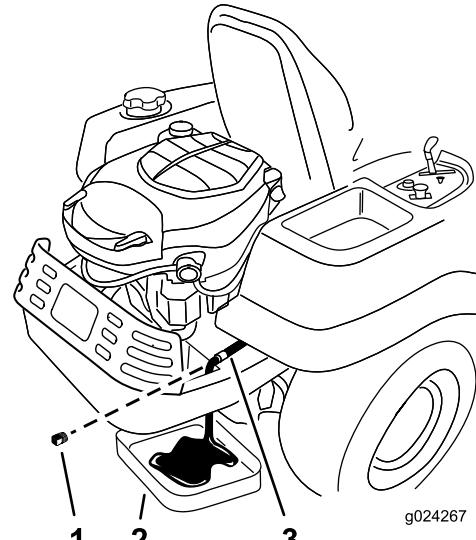

Figure 30
4. Trouvez l'emplacement du flexible de vidange d'huile sur le côté gauche du moteur. (Figure 30)
6. Placez un bac de vidange sous la machine, juste sous le flexible de vidange, comme montré à la Figure 30.
7. À l'aide de 2 clés (l'une pour tenir le flexible de vidange d'huile et l'autre pour desserrer le bouchon), enlevez le bouchon de vidange d'huile (Figure 30).
17. Essuyez l'excédent d'huile (Figure 30).